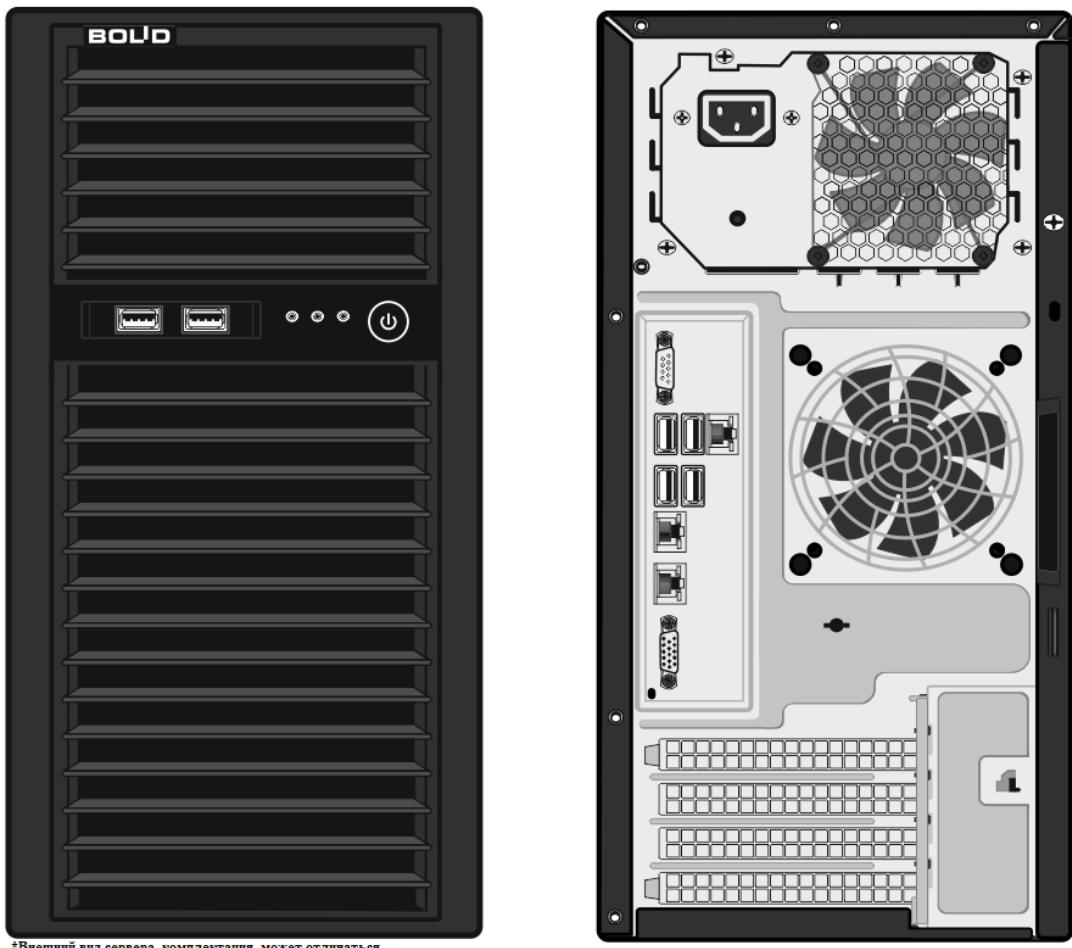

Рисунок 1. Конструкция системного блока.
2.3 Конструкция системного блока представлена на рис.1*: